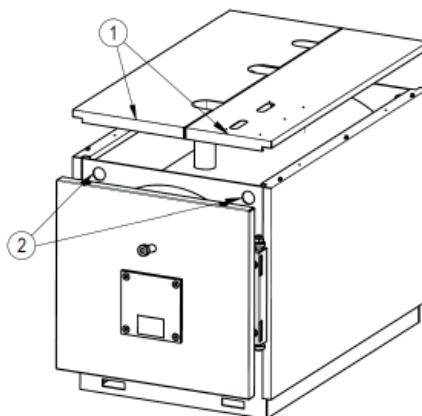

fig. 5
5.2.1 Pour les modèles PREXTERM RSW 92N÷600N (Fig. 5)